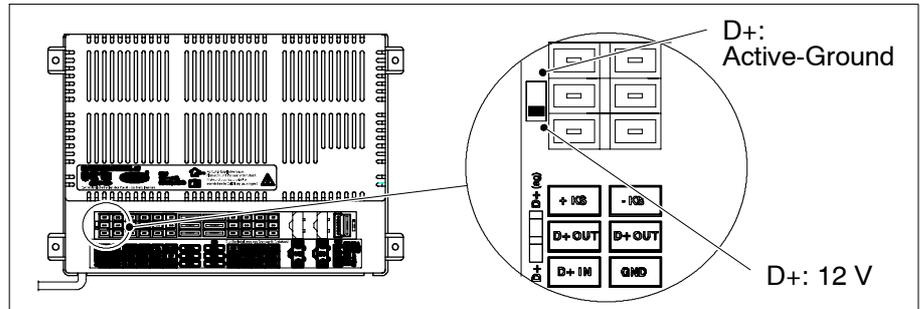

Bild 3 Wahlschalter D+
► Denn Wahlschalter D+ (s. Abb. 3) in die entsprechende Position bringen: